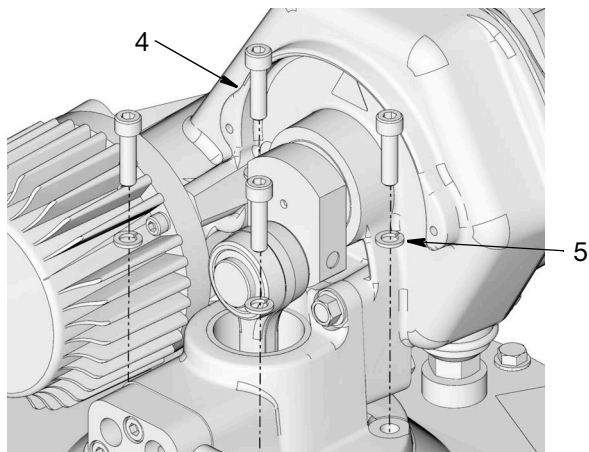

Рис. 6
6. Совместите отверстия в основании насоса с отверстиями в крышке резервуара (1) (Рис. 6). Надежно прикрепите насос к крышке резервуара с помощью винтов (4) и шайб (5), снятых на шаге 2, стр. 3. Затяните винты (4) с усилием 28 +/- 3 ft-lbs для моделей HP, HF на 120 фунтов.